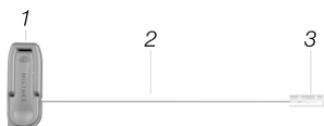
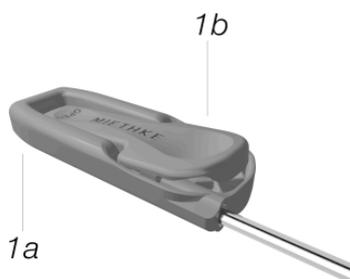

Fig. 1: Tunneller composto da impugnatura (1) e asta (2) con protezione per il trasporto (3)
Fig. 2: Impugnatura, composta da una calotta (1a) e da un interruttore basculante (1b)
Il Tunneller è composto da due componenti (Fig. 1): un'impugnatura (1) e un'asta (2), la cui estremità accessibile è dotata di una protezione per il trasporto (3). L'impugnatura (Fig. 2) è realizzata in plastica ed è composta da una calotta (1a) e da un interruttore basculante (1b).
Al momento della fornitura i Tunneller di Christoph Miethke GmbH & Co. KG sono configurati con impugnatura longitudinale ed asta con estremità appuntite. L'estremità appuntita è dotata di una protezione per il trasporto (Fig. 1, Pos.3), da rimuovere subito prima dell'impiego. Sulla base della situazione anatomica